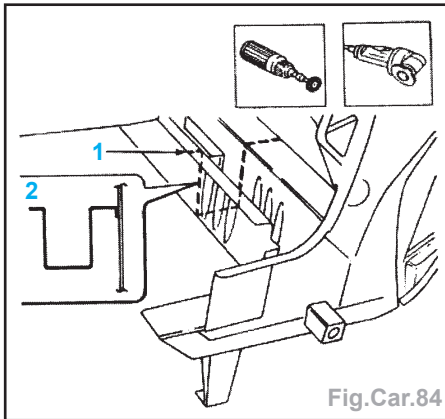

Fig.Car.84
- Découper dans la zone (1) (Fig.Car.84).